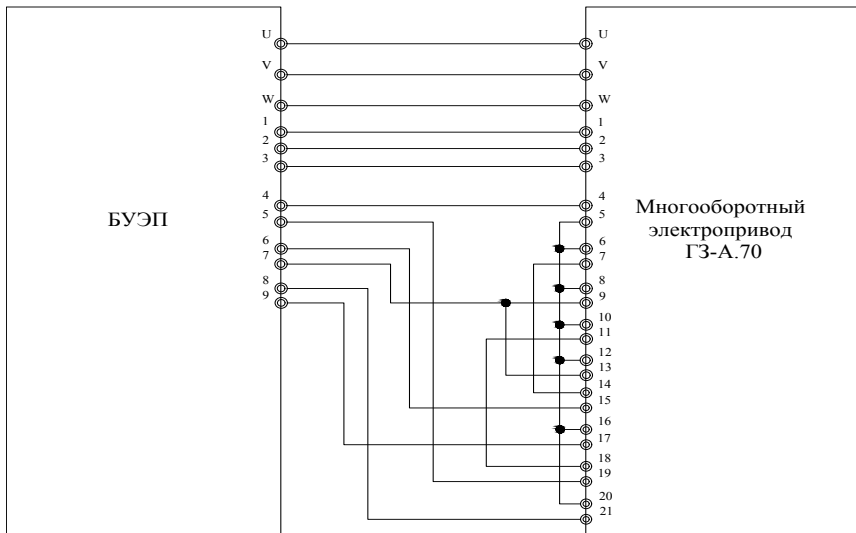

Рис.5 Блок-схема подключения БУЭП к электроприводу (для электросхемы на рис.4)
В случае использования для дистанционного управления электроприводом ГЗ-А.70 блока БУЭП-2 применяется схема, приведенная на Рис. 5.
Перед включением электропривода необходимо убедиться, что рычаг переключения режимов находится в положении работы привода от электродвигателя. Снять крышку клеммной колодки (16) (рис. 1). Подключить электропривод согласно электрической схеме (рис.4 (А,Б)). Установить крышку (16) (рис. 1). Далее проверить направление движения затвора арматуры при работе от электродвигателя на открытие и закрытие: диск индикатора положения затвора арматуры должен вращаться в сторону закрытия (открытия). Пуск осуществлять на короткое время, позволяющее определить направление движения выходного вала. Если диск будет вращаться в направлении обратном заданному, поменяйте местами фазы (А, В, С) питающего напряжения на силовом щите: (А и В, или А и С, или В и С) (рис. 4), рис. 5. После этого повторить проверку.